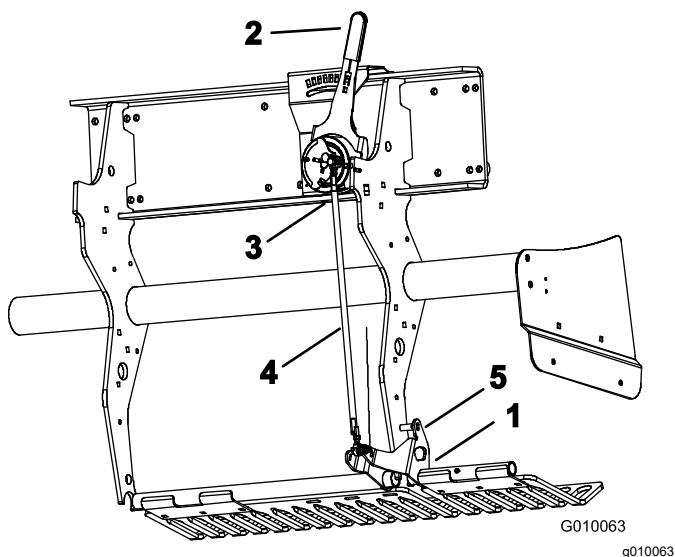

Figura 60
2. Rode o suporte de montagem do protetor da relva esquerdo (Figura 60) até conseguir inserir um pino de bloqueio, com uma haste de perfuração ou um parafuso de 8 mm, entre o suporte e o tubo de definição da profundidade soldado à estrutura.
3. Mova a alavanca de profundidade dos dentes (Figura 60) para a configuração H (a mais profunda).
4. Desligue o dispositivo esférico exterior (Figura 60) da cablagem (interruptor de cabeça para baixo).
5. Desaperte as porcas de bloqueio (esquerdo e direito) da barra de ajuste da profundidade (Figura 60).